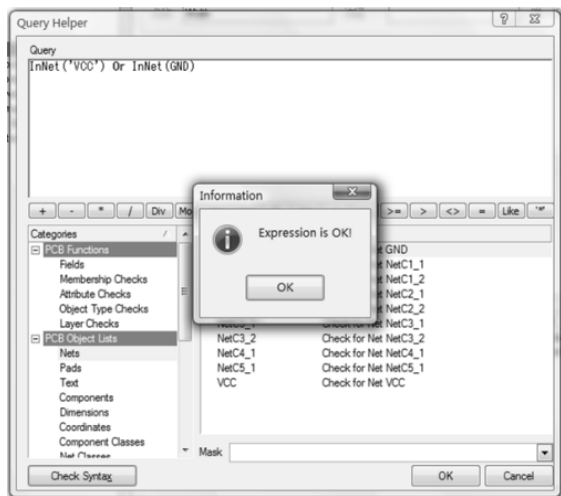

图 3.3.30 “GND” 网络添加 OK
(6) 单击“Check Syntax”按钮,然后单击“OK”按钮关闭结果信息,如果显示错误信息应予以修复,如图 3.3.30 所示。